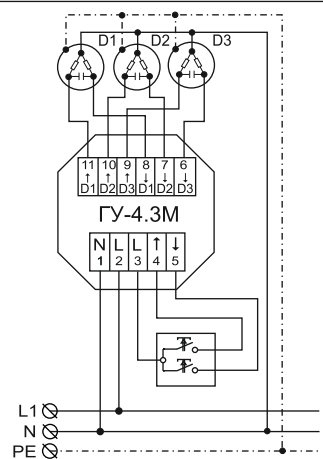

Рисунок 1. Типовая схема подключения ГУ-4.3М
- Ознакомиться с типовой схемой подключения (см. рис. 1).
- Подключить контакт выключателя, отвечающий за направление движения «ВВЕРХ», к клемме 4 устройства (см. рис. 1).
- Подключить контакт выключателя, отвечающий за направление движения «ВНИЗ», к клемме 5 устройства (см. рис. 1).
- Подключить общий контакт выключателя к клемме 3 (см. рис. 1).